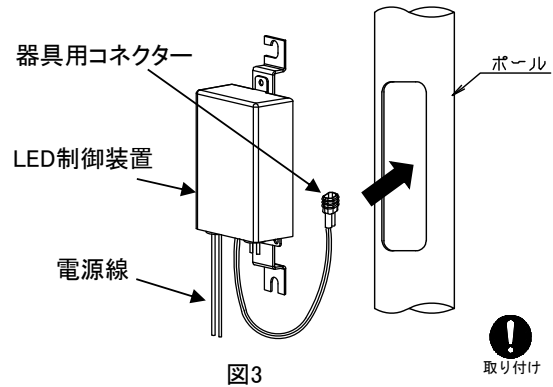

図3
- ③ ポール開口部内にLED電源装置を取付けてください。(図3)